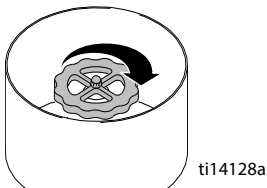

Rys. 2
1. Nałożyć szczeliwo do rur na złącze (64) i przykręcić nowy regulator gazu (10). Skręcać połączenie do chwili osiągnięcia szczelności.
UWAGA: Sprawdzić, czy WYLOT połączenia regulatora jest podłączony do złącza (64). **Zob. Rys. 2.**
2. Nałożyć szczeliwo do rur na kolanko (142) i przykręcić nowy regulator gazu (10). Skręcać połączenie do chwili osiągnięcia szczelności.
UWAGA: Sprawdzić, czy WLOT połączenia regulatora jest podłączony do kolanka (142). **Zob. Rys. 2.**